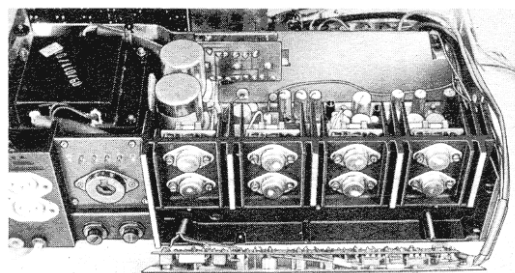

Bild 6
- 5.2 Eine gute Zugänglichkeit der Eingangsbuchsen und Eingangsumschalter ist nach Abmontieren der kpl. Buchsenleiste (7 Schrauben) gegeben (siehe Bild 6).